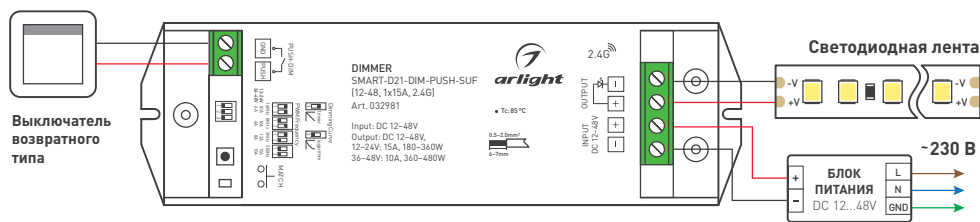

Рис. 1. Схема подключения диммера SMART-D21-DIM-PUSH-SUF
- 3.2. Подключите диммер согласно схеме (рис. 1).